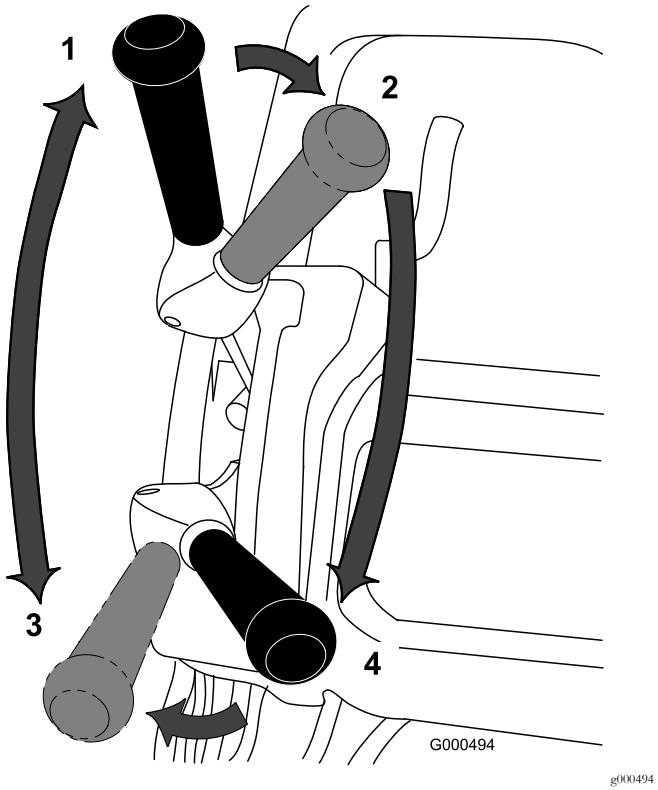

Figura 35
1. Encienda la máquina, ponga el control de velocidad en la posición CERO, presione hacia abajo sobre el manillar para elevar la unidad de corte, apriete el control de presencia del operador, ponga la palanca de tracción en la posición de ENGRANADO (Figura 35) y aumente paulatinamente la velocidad para llevar el cortacésped hasta el borde del green.
3. Desengrane la palanca de tracción, y luego muévala a la izquierda y hacia adelante para engranar la tracción y la transmisión del molinete (Figura 35).